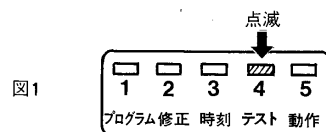

図1
(1)動作モードにするには、モード表示のLEDが点滅(図1)していることを確認してから**【5/本】**キーを押してください。
キー入力禁止状態では、図1のように**動作**LEDが点灯しています。